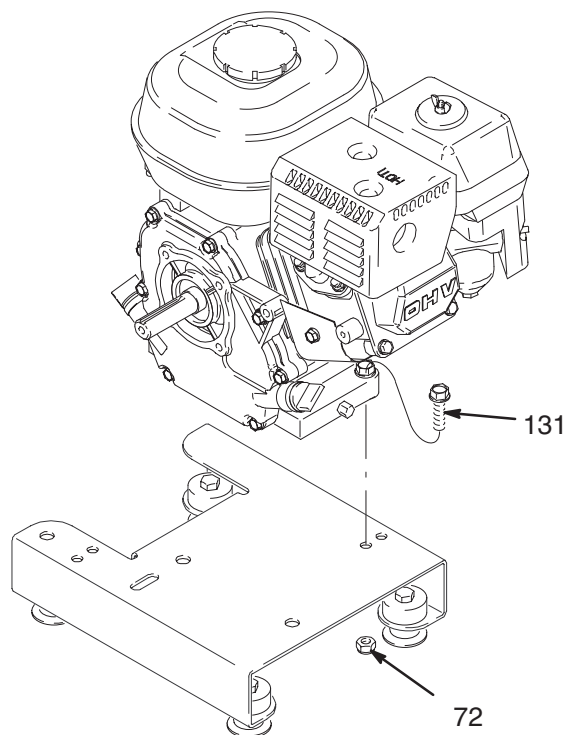

Abb. 5
3. Abb. 5. Die zwei Sicherungsmuttern (72) und Schrauben (131) aus dem Motorsockel entfernen.
2. Abb. 5. Zwei Schrauben (131) in den Motorsockel eindrehen und mit Sicherungsmuttern (72) sichern. Mit 22,6 Nm anziehen.